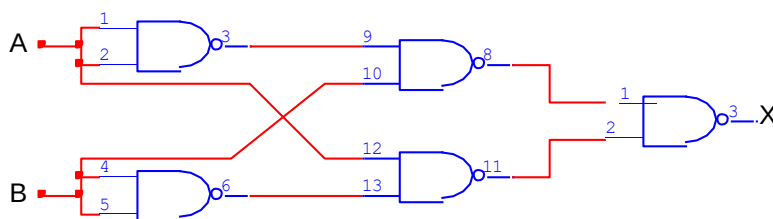
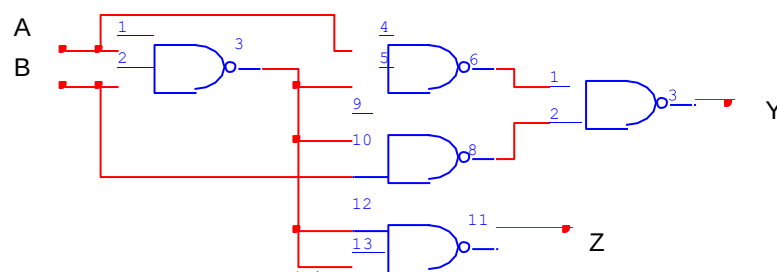

图1.2
图1.3
(1) 用 74LS00 双输入四与非门电路，按图1.2、图1.3 接线，将输入输出逻辑关系分别填入表1.2，表1.3 中。